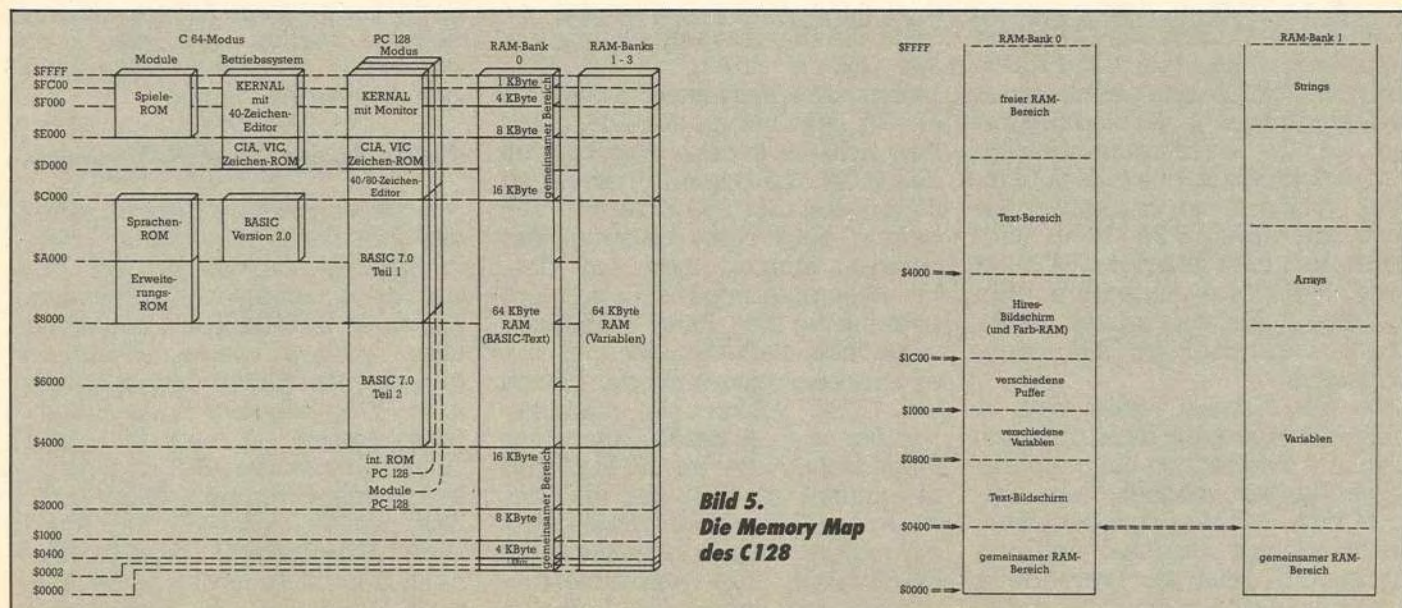

Bild 5. Die Memory Map des C128
Bit 0 des Configuration Registers (CR) regelt im C128-Modus den Speichertyp zwischen den Adressen \$8000 und \$BFFF. Sind beide Bits »0«, wird auf den oberen Basic-Teil in der Memory-Map (Bild 5), also den zweiten Basic-ROM-Teil zugegriffen.